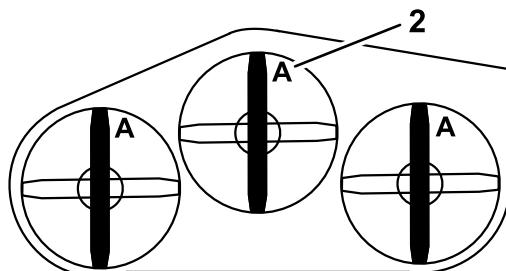

Figura 80
4. Misurate da un piano orizzontale fino al tagliente delle lame, posizione A, (Figura 80).